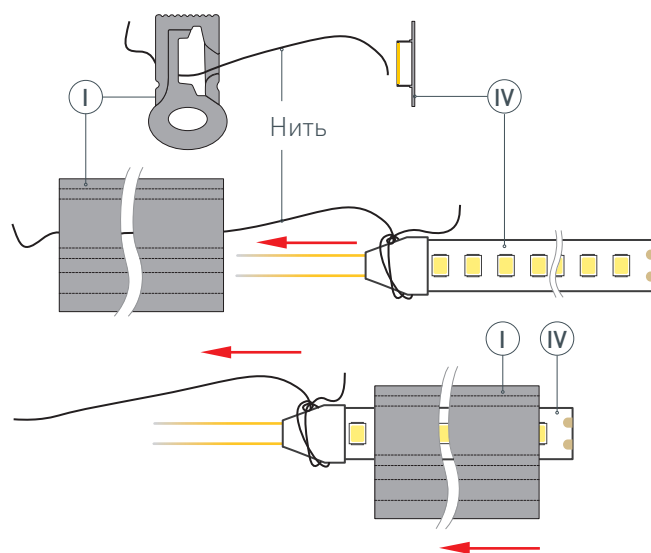

Рис. 1. Протяжка светодиодной ленты (IV) в профиль (I), вид сбоку
- 1 / Закрепите держатели (II) на поверхности и выведите наружу кабель от источника питания для светодиодной ленты. **ВАЖНО! При создании из профиля фигуры с изгибами учитывайте, что длина используемой светодиодной ленты должна превышать длину профиля, необходимого для построения фигуры, — это поможет избежать заломов и отрыва кабелей питания ленты при сгибании профиля.**
- 2 / **ВАЖНО! Не вытягивайте нить из профиля до монтажа светодиодной ленты в него!** Установите* светодиодную ленту (IV) в профиль (I). Для этого необходимо привязать нить (находится внутри профиля) с одной стороны профиля (I) к светодиодной ленте (IV), как показано на рис. 1. Чтобы втянуть ленту в профиль, сначала аккуратно поместите кабели питания светодиодной ленты (IV) внутрь профиля (I), а затем, насколько это возможно, вставьте край светодиодной ленты. Аккуратно потяните за нить с другой стороны профиля (I) и тем самым протяните** светодиодную ленту (IV) в профиль (I).